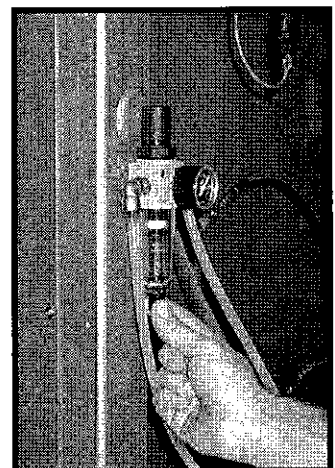

Fig 7/1
**OGNI SETTIMANA** svuota la condensa presente nel Filtro regolatore svitando il tappo in senso antiorario come indicato in fig. 7/1